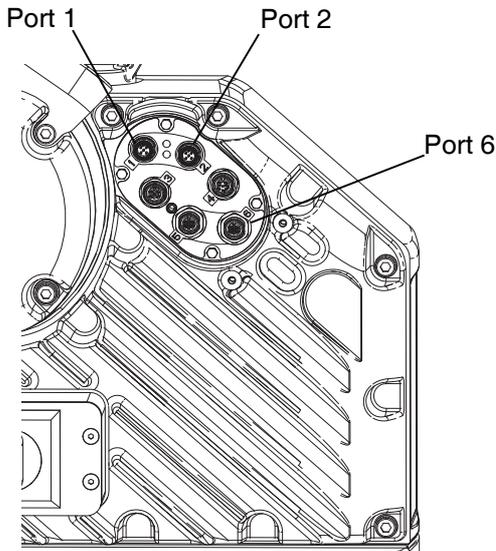

FIG. 39: Emplacements des ports du moteur
6. À l'aide des quatre vis de montage 10-32 du kit, monter la base (CD) sur les trous percés.
7. Remettre le CGM (CC) en place sur la base (CD) et le fixer avec les deux vis (CB) retirées à l'étape 5.
8. Refixer le capot d'accès (CA).
9. Brancher le câble CAN du kit au port 1 ou au port 2 (selon la disponibilité) se trouvant sur le moteur. Voir la FIG. 39.